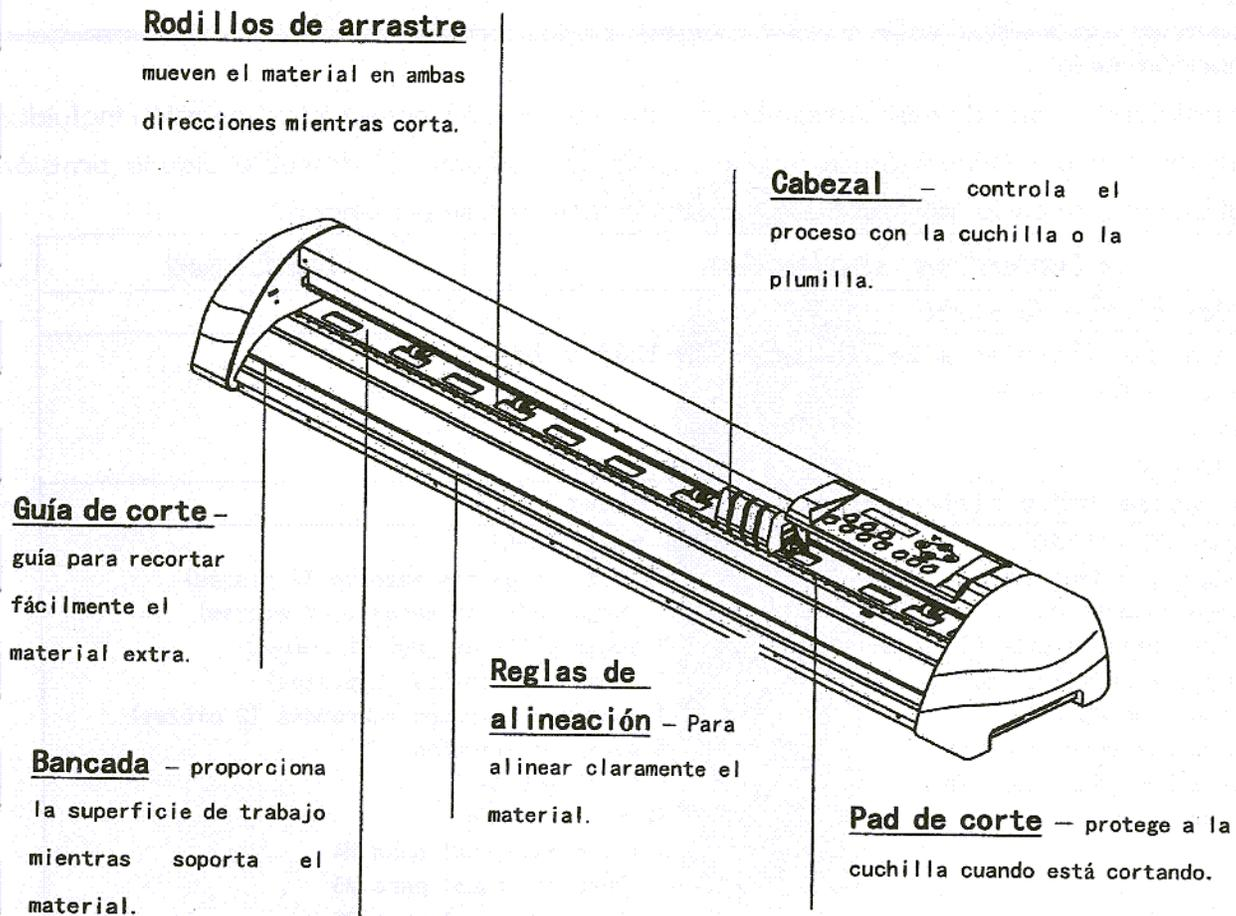

Figura 1-1
1.2 Vista Frontal del Jaguar (Figura 1-1)